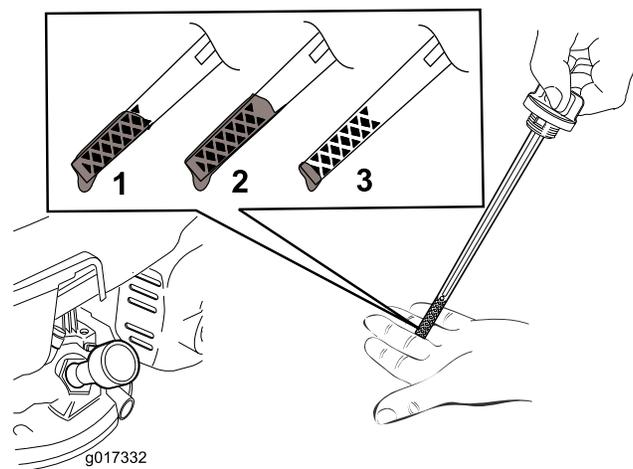

Figure 12
5. Pour déterminer le niveau d'huile correct indiqué par la jauge, voir (Figure 12).
Remarque: Versez de l'huile dans le carter moteur jusqu'à ce que la jauge indique le niveau correct, comme montré à la Figure 12. Si vous remplissez excessivement le carter moteur, vidangez l'excédent d'huile comme expliqué sous Vidange de l'huile moteur \(page 17\).